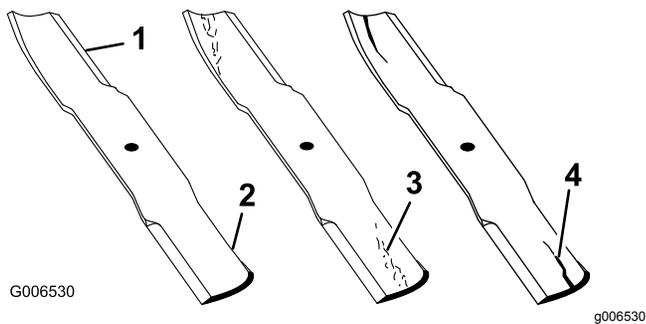

Рисунок 112
1. Осмотрите режущие кромки (Рисунок 112).
4. При обнаружении признаков повреждения, износа или образования зазора в этой области немедленно замените нож (Рисунок 112).